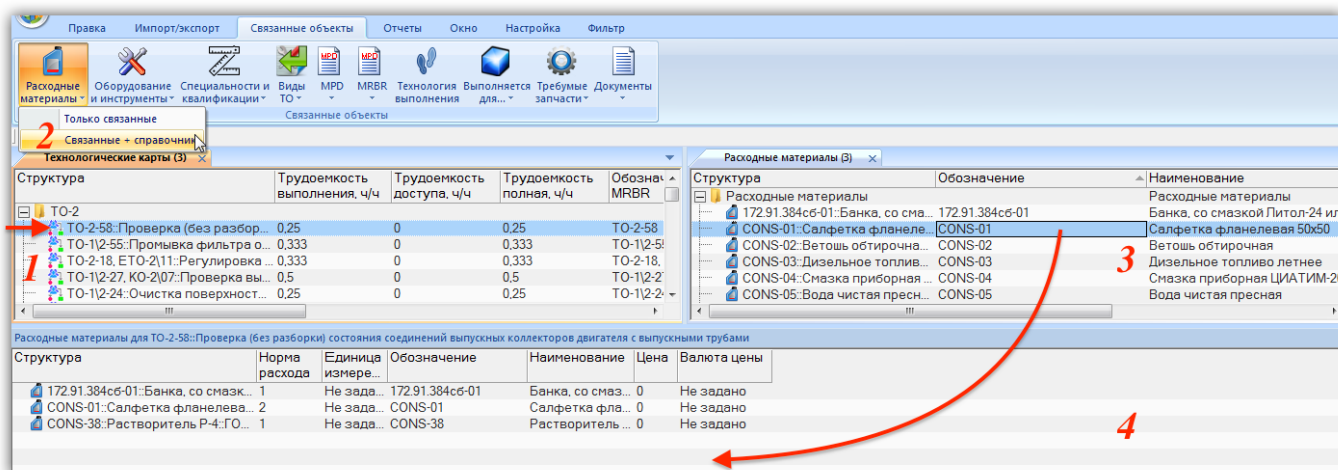

Рис. 17-55 – Расходные материалы, используемые при выполнении ТК
- 1) Выделить техкарту в рабочем окне «Технологические карты» (1 на рис. 17-55).